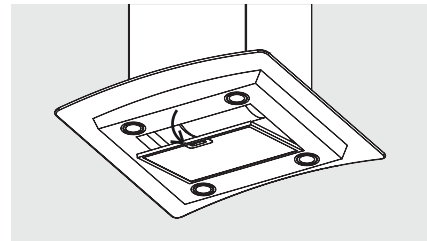

Figura 18.
- Para posicionar nuevamente el filtro de aluminio, alinee las lengüetas traseras del filtro con las ranuras de la campana. Empuje la pestaña del seguro, ubique el filtro a su posición y suéltelo. Asegure que el filtro esté bien acoplado después del montaje. (Ver Figura 18).